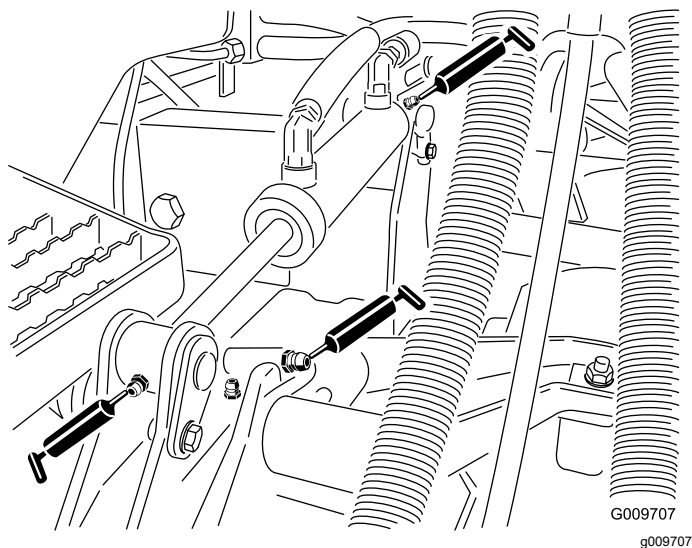

Figura 53
- Boccole del braccio di sollevamento (1 per apparato di taglio) come illustrato nella Figura 53
- Boccole del cilindro di sollevamento (2 per apparato di taglio) come illustrato nella Figura 53